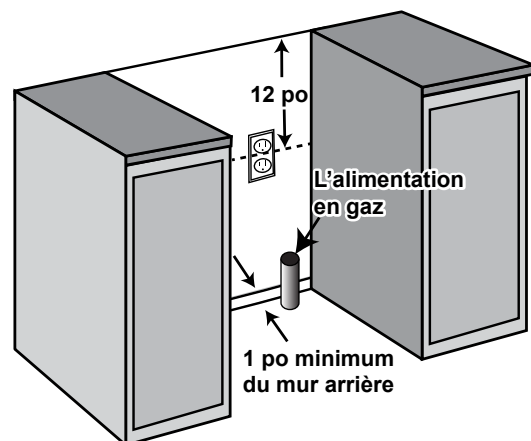

Figure 3
- L'alimentation en gaz doit être située près de l'ouverture pour cette table de cuisson et doit être à un minimum de 1 po du mur de derrière (voir figure 3). Cette table de cuisson est configurée pour le gaz naturel et est conçue pour fonctionner à une pression de colonne d'eau de 5 po. Le régulateur est requis de fournir une colonne d'eau minimum de 6 po à une colonne d'eau maximale de 14 po au régulateur de la table de cuisson.